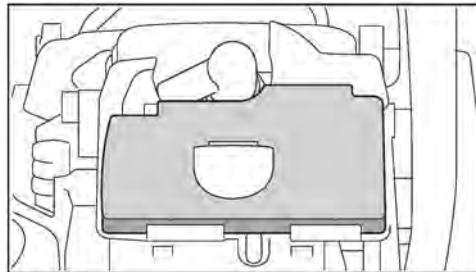

Рис. 54
- Нажать стопор рычага газа и одновременно рычаг газа, а также комбинированный рычаг установить в положение закрытой воздушной заслонки |→| (рис.54).